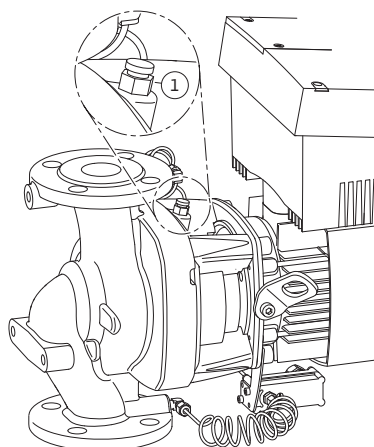

Fig. 45: Udluftningsventil
- Udluft pumperne ved at løsne udluftningsventilerne (fig. 45, pos. 1). Tørlob ødelægger pumpens glideringstætning. Differenstryktransmitteren må ikke udluftes (fare for ødelæggelse).